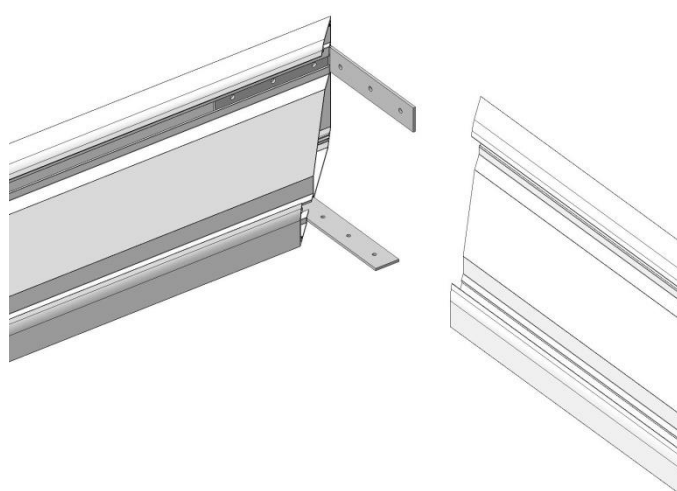

Рис.5
4. Сборку всей конструкции вести по последующей маркировке светильников Св-1, Св-2, Св-3, Св-4 и т.д. Деталь Св-2 повесить на тросах. Соединить клеммные колодки (разъемы) Св-1 и Св-2. Соединить детали Св-1 и Св-2 (Рис.5), затянуть винты внутри светильника на соединительных угловых планках (шестигранным ключом 2 мм). Снять с рассеивателя защитную пленку, при необходимости протереть микрофибровой тряпкой, вставить в паз рассеиватель.